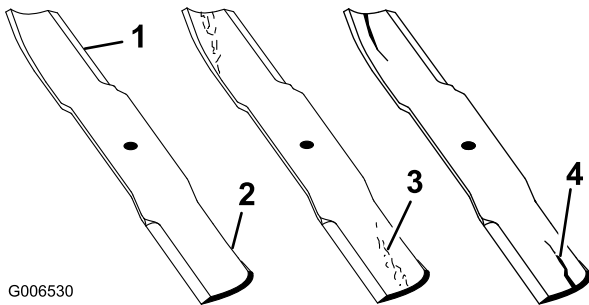

Figura 65
1. Inspeccione los filos de corte (Figura 65). Si los bordes no están afilados o tienen muescas, retire las cuchillas y afílelas. Consulte Afilado de las cuchillas.
2. Inspeccione las cuchillas, especialmente la parte curva (Figura 65). Si observa daños, desgaste o la formación de una ranura en esta zona (Figura 65), instale inmediatamente una cuchilla nueva.